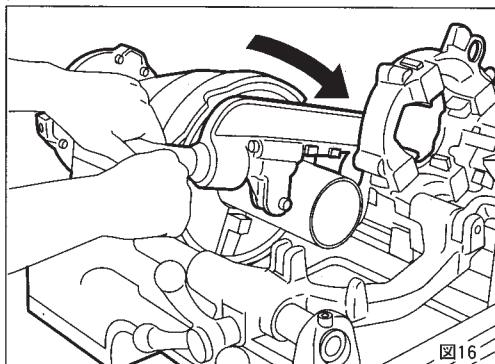

図16
- ① 使用しないダイヘッド・リーマを起こしてください。
- ② パイプの切断箇所を定めてパイプをしっかりと固定します。
- ③ パイプカッタをパイプ径より大きくひらいて図のようにあてがい、パイプの切断箇所にカッタの刃を合わせてハンドルでローラーと刃がかかるあたりのところまでちかづけてください。
- ④ スイッチを入れ、カッタハンドルをパイプ1回転で1/2以内の割合でまわしてください。(図16) 切断のときに最初から強い力で切り込むと、パイプの切り口がだ円形にゆがみ、正しい真円のねじが切れない場合がありますから、切り始めは、軽く締めつけながら徐々に切断してください。